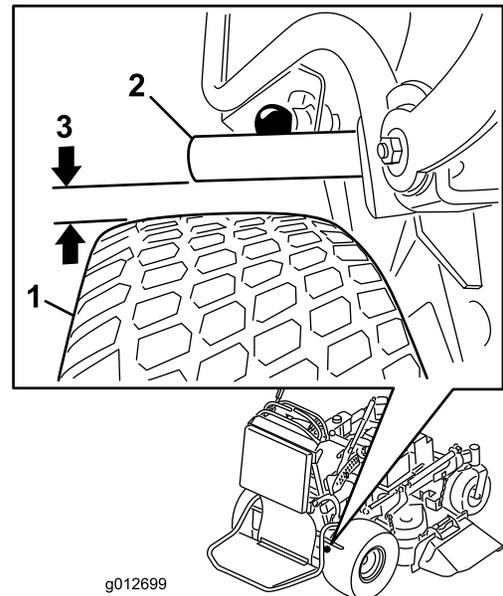

図 63
4. ブレーキを解除した状態で、ブレーキバーとタイヤとの距離を測る。この距離が 5～8 mm であれば適正である（図 63）。調整が必要な場合には、「駐車ブレーキの調整」の項を参照。
5. ヨークを調整する。ブレーキバーとタイヤとの距離が 5～8 mm あることが必要である。ブレーキをきつくするには、ヨークを上に移動させる。ブレーキを弱くするには、ヨークを下に移動させる（図 63）。